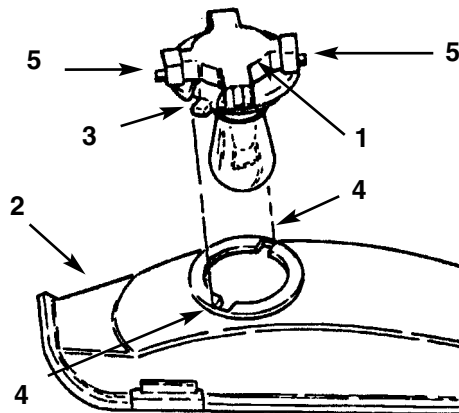

Fig. 19
3. Girate il portalampada di 1/4 di giro in senso antiorario, e toglietelo dal riflettore (Fig. 19).
1. Lo zoccolo della lampada è provvisto di spine metalliche. Allineate le spine con le guide nel portalampada, ed inserite lo zoccolo nel portalampada (Fig. 19). Spingete la lampada e giratela in senso orario fin quando non si ferma.
2. Il portalampada è provvisto di due guide (Fig. 19). Allineate le alette con le guide nel riflettore, inserite il portalampada nel riflettore e giratelo di 1/4 di giro in senso orario, fin quando non si ferma.